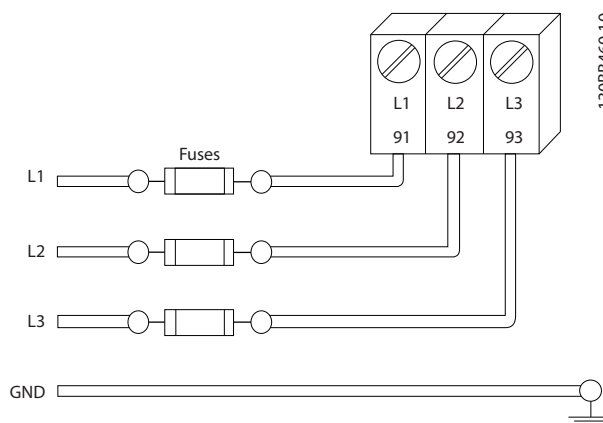

Ilustración 2.6 Fusibles del convertidor de frecuencia
- Todos los convertidores de frecuencia deben contar con protección contra cortocircuitos y sobreintensidad. Se necesitan fusibles de entrada para proporcionar esta protección. Véase la *Ilustración 2.6*. Si no vienen instalados de fábrica, los fusibles deben ser suministrados por el instalador como parte de la instalación. Véanse los valores nominales máximos de los fusibles en 10.3 *Especificaciones del fusible*.